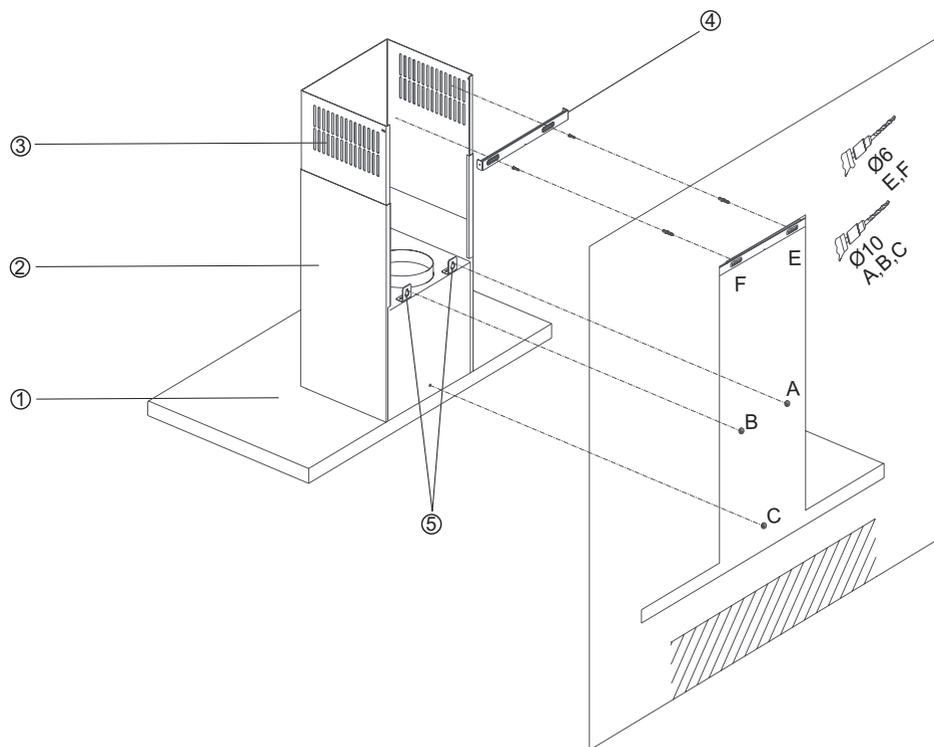

Abb. 2: Montageskizze
Der Elektroanschluss erfolgt an eine Steckdose die hinter dem Grund- oder Teleskopschacht (⇒ Abb. 2) anzubauen ist.
- Löcher bohren, Dübel einsetzen und Schrauben für Befestigungspunkte A und B zu 3/4 eindrehen (\rightleftarrows Abb. 2).
Grund- und Teleskopschacht (⇔ Abb. 2 S.14) werden nun montiert.